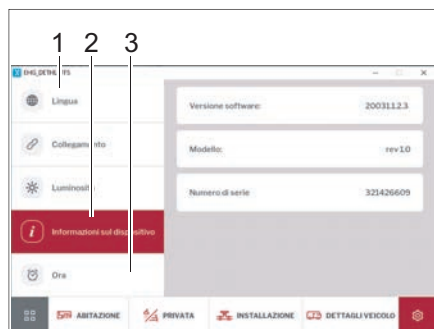

Fig. 267 Lingua, informazioni sul dispositivo, orario
- Digitare il pulsante *Lingua* (Fig. 267,1) e impostare la lingua di display desiderata.
- Digitare il pulsante *Ora* (Fig. 267,3) e impostare l'orario.
- Digitare il pulsante *Informazioni sul dispositivo* (Fig. 267,2). Vengono visualizzate alcune informazioni riguardanti il dispositivo (versione di software, modello e numero di serie).